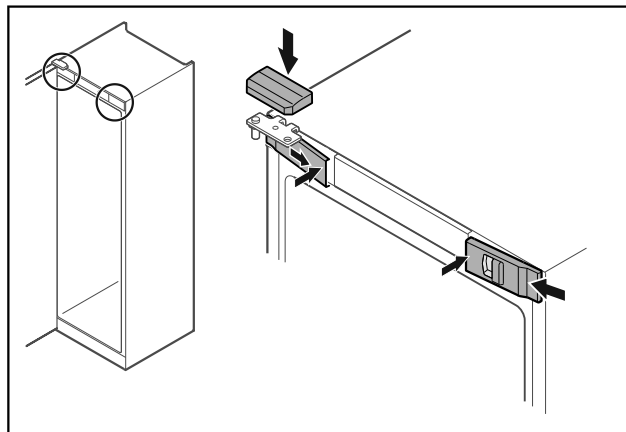

Fig. 46 \*
- ▶ Aizkabiniet sānos priekšējos pārsekus Fig. 46 (1) un iekšpusē nofiksējiet.\*
- ▶ Nofiksējiet augšējo pārsegu Fig. 46 (2) no augšpuses.\*